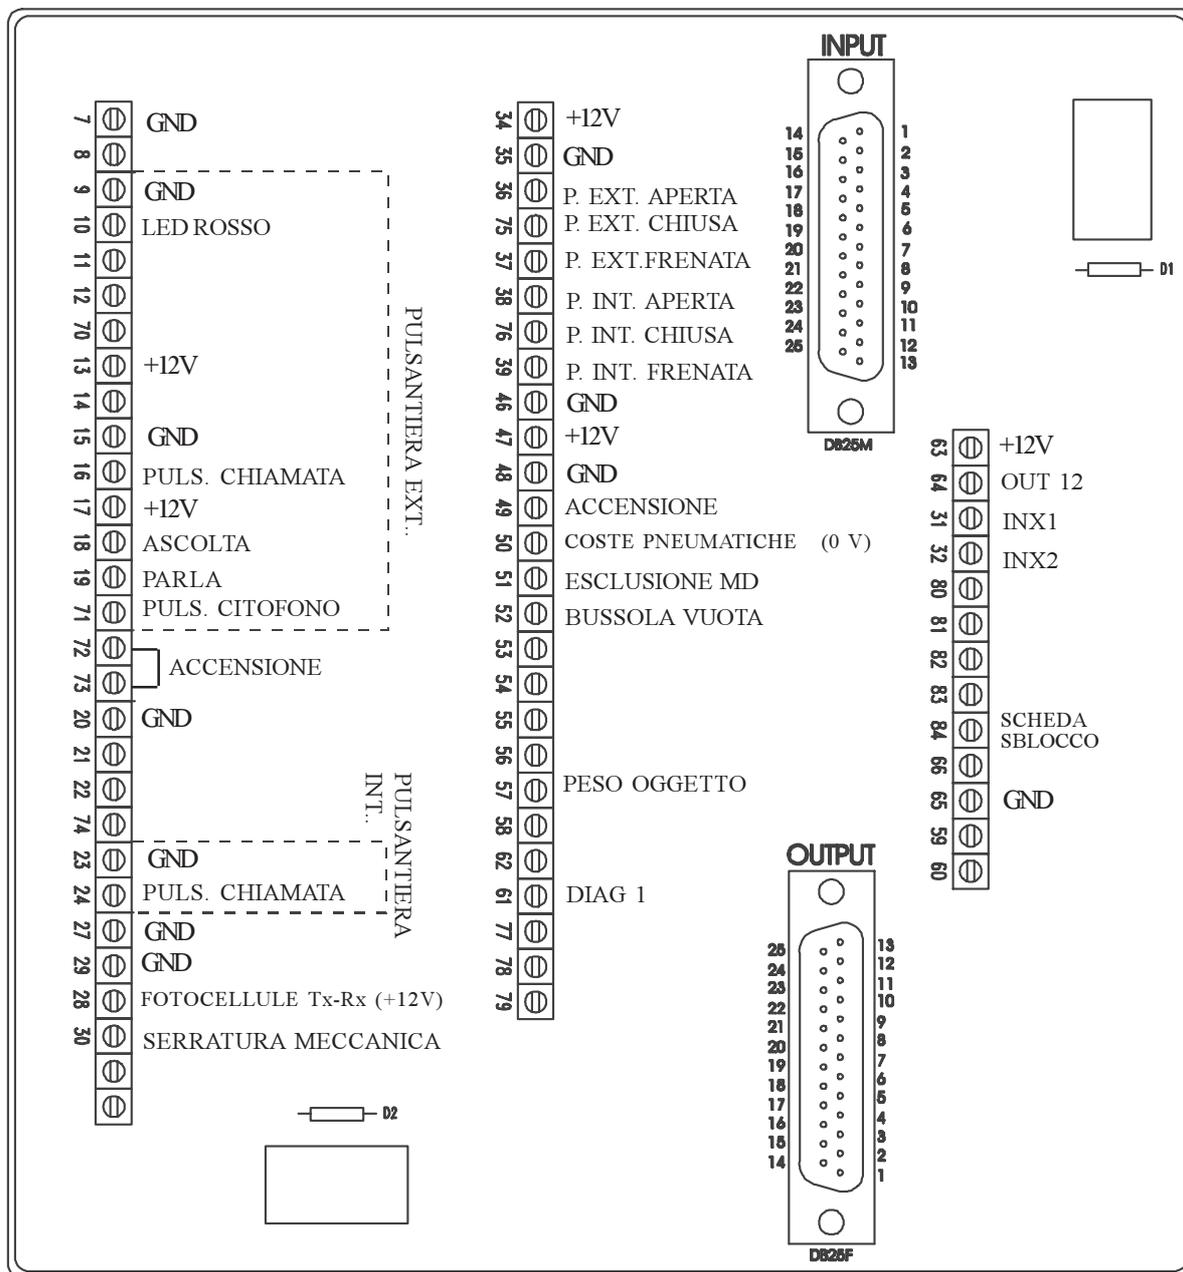

Fig.19
- F) Scatola dei collegamenti: per lo schema vedi Fig.19